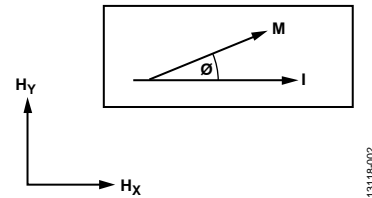

図 2. 異方性磁気抵抗の例
AMR 効果の例を図 2 に示します。導体を通る電流 (I) は外部磁界 (H_y) の影響を受けます。導体の抵抗値は磁化ベクトル (M) と電流ベクトル (I) の角度 (θ) の関数として変化します。磁化ベクトルは内部磁界 (H_x) と加えられた外部磁界 (H_y) を合計したものです。